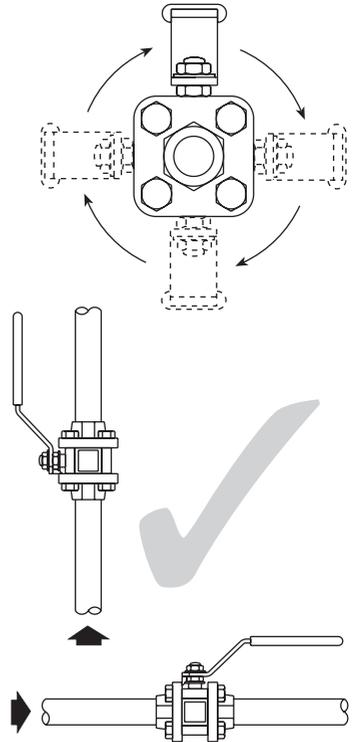

**Fig. 3 - Installation incorrecte pour les applications liquides**
**Ne pas monter le robinet à l'envers sur des applications liquides (Fig. 3)**